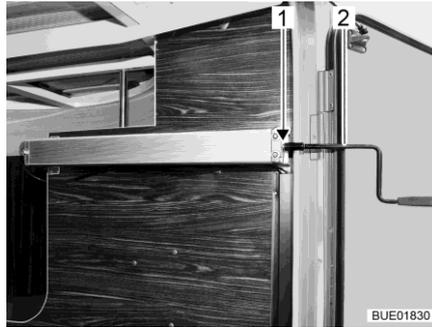

Bild 135 Kurbel in Heckgarage
- Kurbel (Bild 135,2) auf Zapfen (Bild 135,1) stecken.